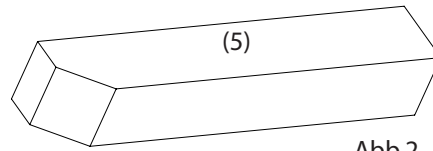

Abb.2
2. Die Holzleisten (5) für die Füße des Kickers mit der Säge halbieren und die 4 entstandenen Füße jeweils an einer Seite abschrägen (siehe Abb.2 sowie Schablone Seite 7).